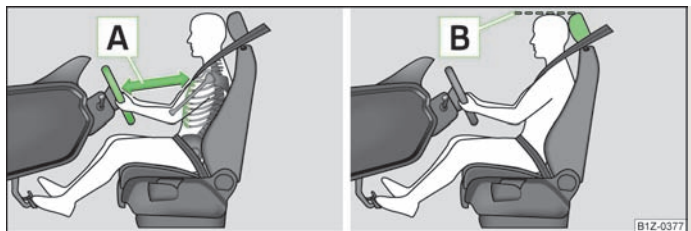

Fig. 90 Distancia correcta del conductor al volante/Ajuste correcto del reposacabezas
- Ajustar el volante de tal modo, que la distancia  » fig. 90 entre el volante y el esternón sea, como mínimo, de 25 cm.
- Ajustar el reposacabezas de tal modo, que el borde superior  » fig. 90 del mismo se encuentre dentro de lo posible a la misma altura que la parte superior de su cabeza.
- Ajustar el reposacabezas de tal modo, que el borde superior  » fig. 90 del mismo se encuentre dentro de lo posible a la misma altura que la parte superior de la cabeza.